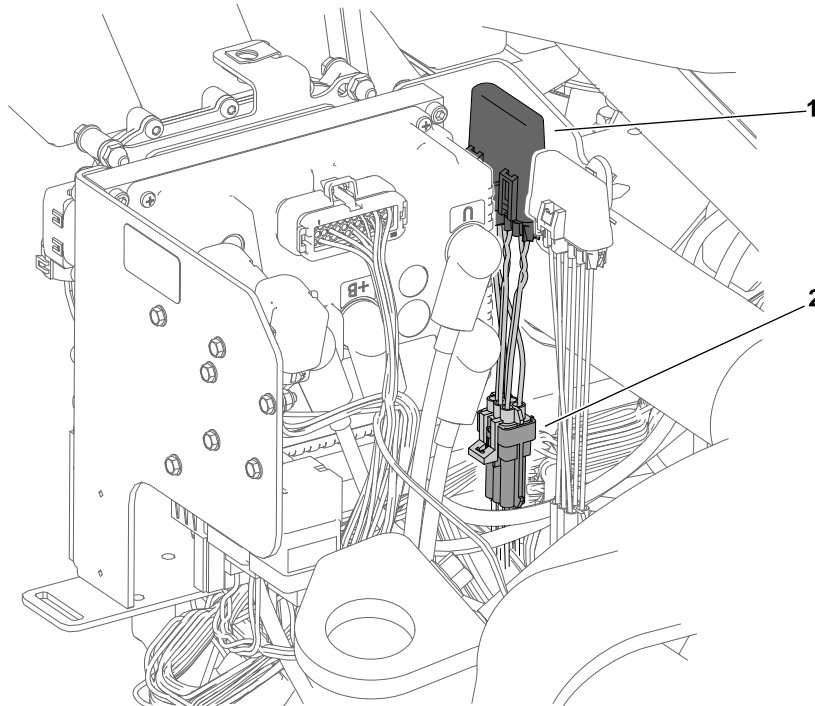

**Figura 44**
2. Remova o díodo do conector da cablagem identificado com P09 (Figura 43) e instale a tampa com fio no conector (Figura 44).